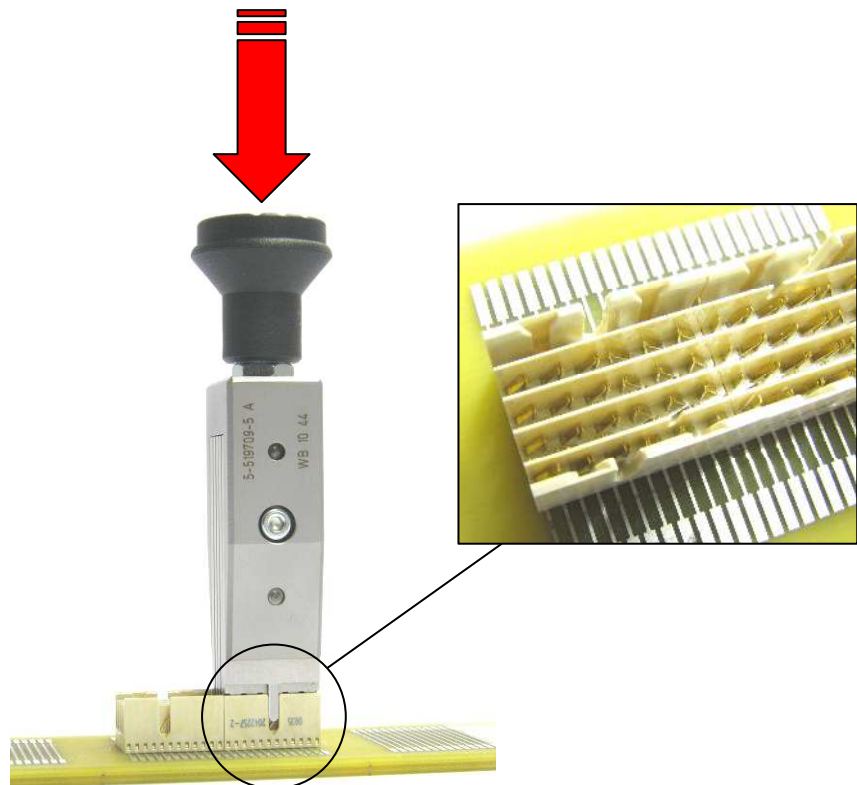

Abbildung 10
2. Danach wird das Werkzeug kräftig nach unten gedrückt, sodass die Kontakte verbogen werden (siehe Abbildung 10).